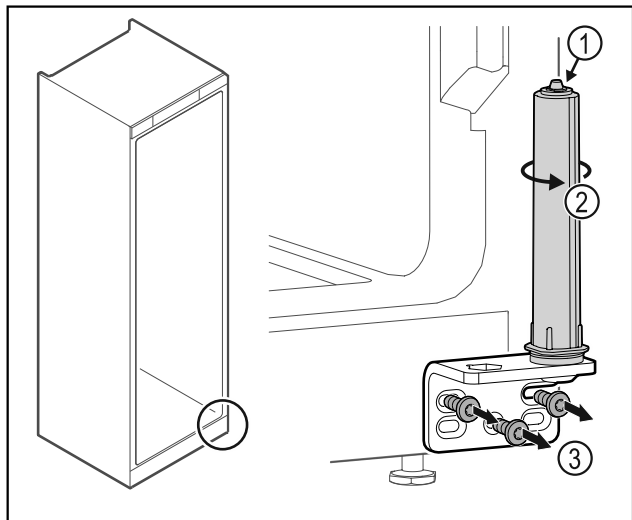

Fig. 32
- ▶ Dørlukkesystemet må ikke tas fra hverandre Fig. 32 (1).
- ▶ Drei på lukkesystemet Fig. 32 (2) til det sier klink.
- ▶ Skru av hengselvinkelen Fig. 32 (3).